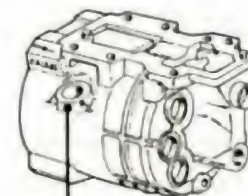
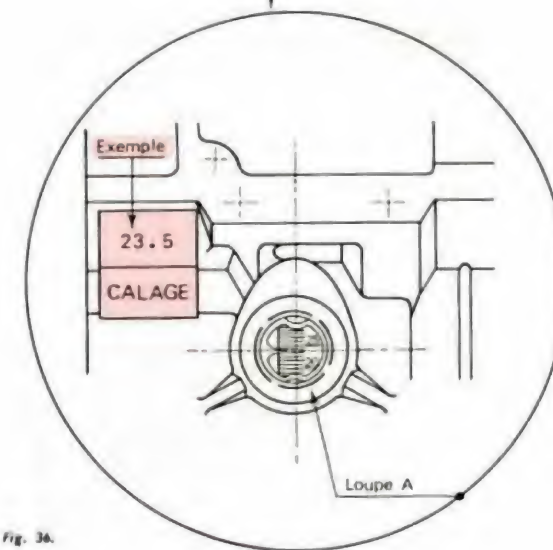

Fig. 35.
Fig. 36.
- Enlever le bouchon du regard (fig. 35) et visser à sa place une « loupe » A (2) (fig. 36).